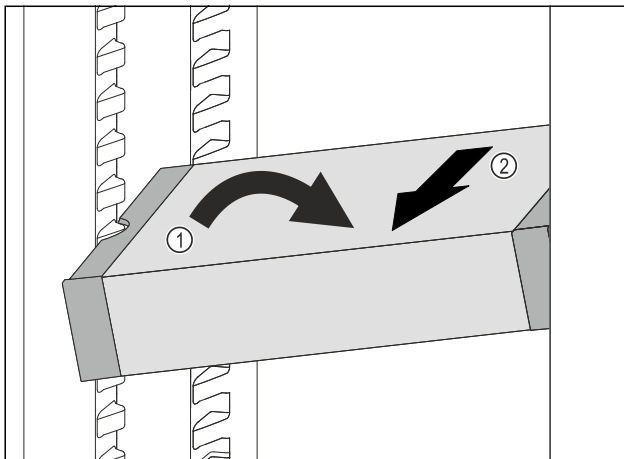

Fig. 116
- VarioSafe im Kühlteil schräg stellen. Fig. 116 (1)
- VarioSafe nach vorne entnehmen. Fig. 116 (2)